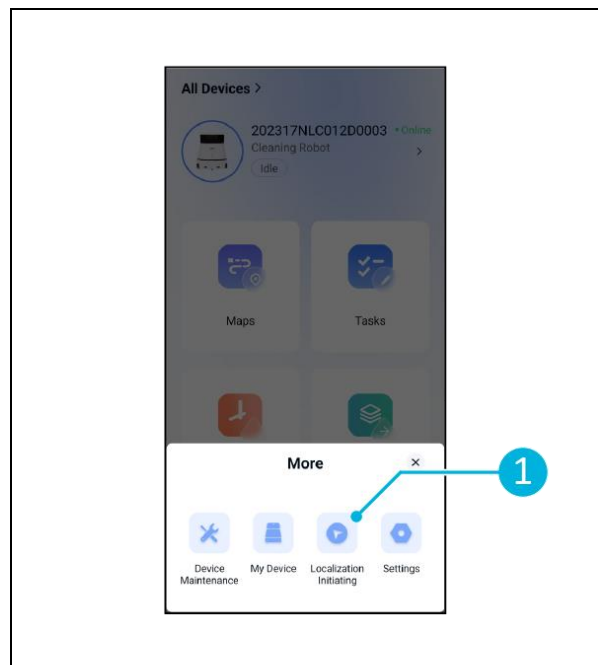

Abbildung 27
3. Wählen Sie [\[Lokalisierung einleiten\]](#). (Abbildung 27, Pos. 1).